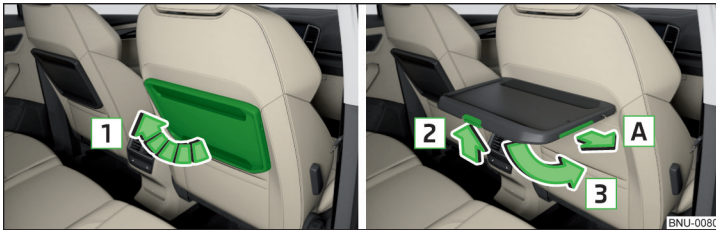

Abb. 120 **Tisch hochklappen / Tisch herunterklappen und Getränkehalter herauschieben**
- Zum **Hochklappen** den Tisch in Pfeilrichtung **1** anheben » **Abb. 120**.
Bei hochgeklapptem Tisch kann der Getränkehalter in Pfeilrichtung **A** **herausgeschoben** werden » **Abb. 120**.